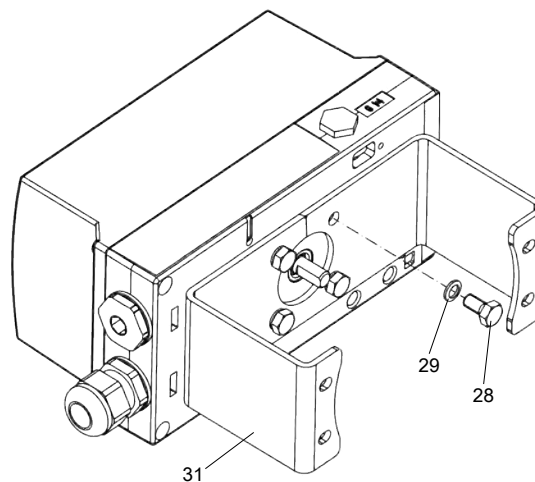
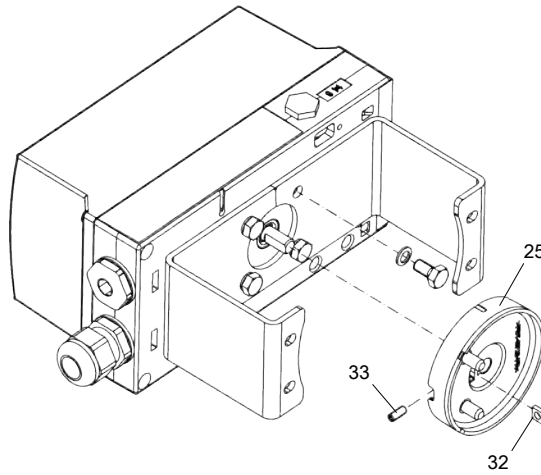

Abb. 18: Montage Stellungsregler auf Konsole
Abb. 19: Montage Kupplungsrad am Stellungsregler
1. Abb. 18: VDI/VDE 3845-Anbaukonsole ((31), antriebspezifisch, Lieferumfang Antriebshersteller) an der Rückseite des Stellungsreglers aufsetzen und mit Sechskantschrauben (28) und Sicherungsscheiben (29) festschrauben.
2. Vierkantmutter (32) in das Kupplungsrad (25) einsetzen, Innensechskantschraube (33) in die Vierkantmutter (32) einschrauben.
3. Abb. 19: Kupplungsrad (25) bis Anschlag auf Stellungsreglerachse schieben, etwa 1 mm zurückziehen und Innensechskantschraube (33) mit dem mitgelieferten Innensechskantschlüssel (34) festziehen.